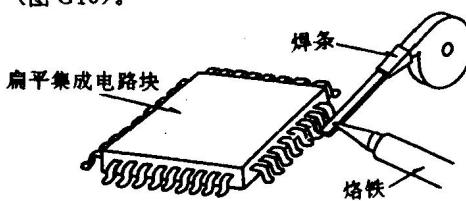

图 G10
(1) 用焊条焊开扁平集成电路块的所有脚的焊点。如果在扁平集成电路块的每个脚上加上助焊剂, 拆卸就更简单了 (图 G10)。